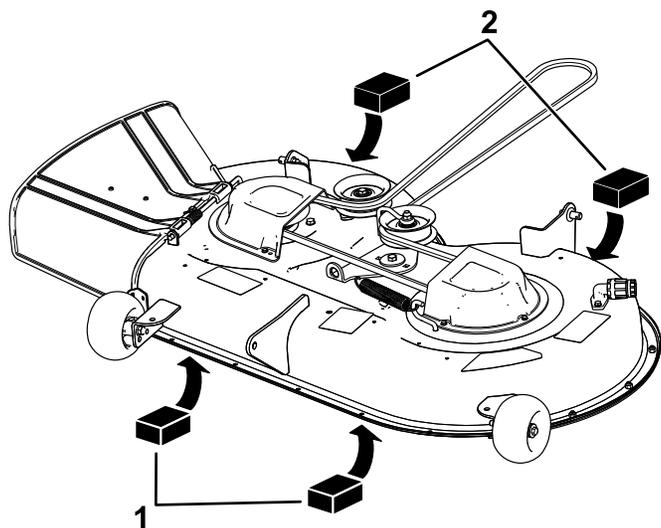

Рисунок 68
4. Установите 2 подставки толщиной по 6,6 см под каждую сторону передней кромки деки, но не под кронштейны защитного валика (Рисунок 68).
5. Установите 2 подставки толщиной по 7,3 см под заднюю кромку фартука режущей деки, по одной на каждой стороне режущей деки (Рисунок 68).